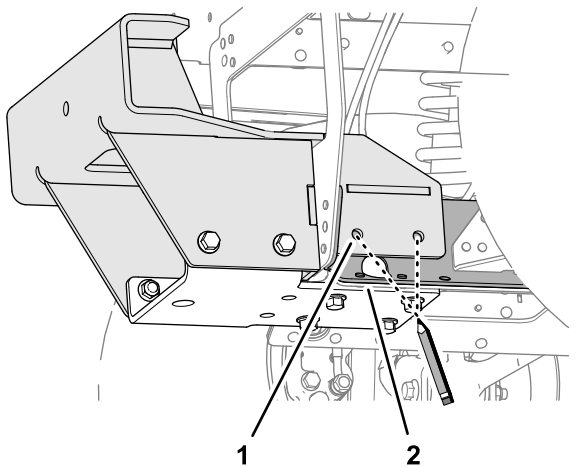
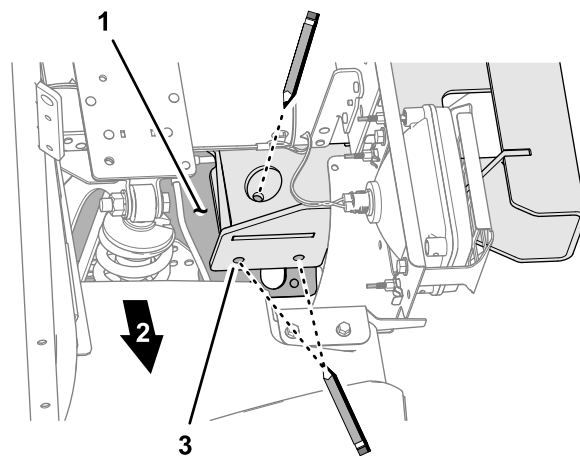
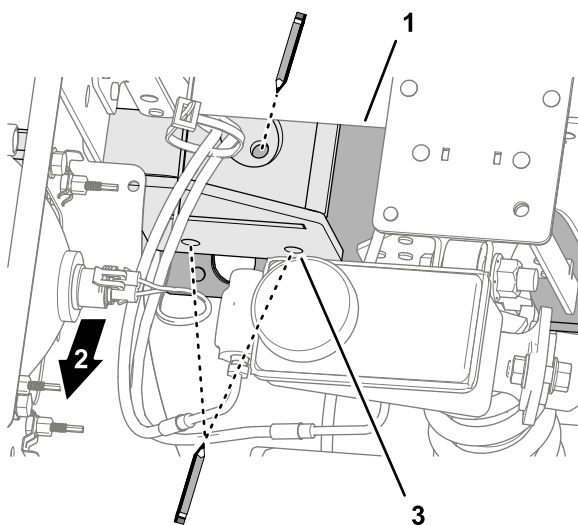

Рисунок 53
Рисунок 55
Рисунок 54
2. Разметьте расположение 6 отверстий нижнего кронштейна на средней пластине швеллера, как показано на Рисунок 53, Рисунок 54 и Рисунок 55.